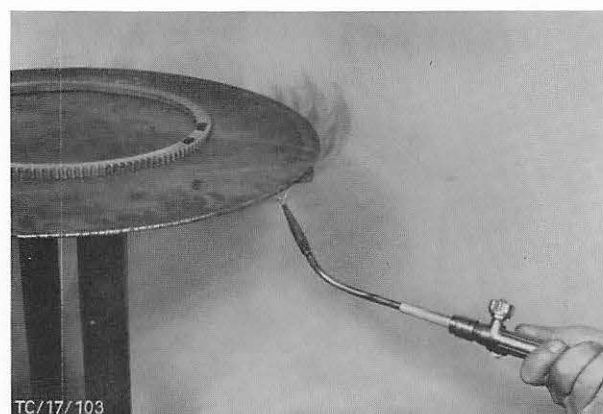

Abb. 329 Zahnkranz erwärmen
3. Neuen Zahnkranz auf eine etwa 2 bis 3 mm dicke Blechplatte legen und im Bereich des Zahnkranzes von unten gleichmäßig mit einem Schweißbrenner auf 260°–280° erwärmen. Abb. 329. Zur Temperaturüberwachung Zahnkranz mit Thermo-chrom-Farbstift (Faber-Castell 2815) vor dem Erwärmungsvorgang bestreichen. Bei Erreichen der auf der Umhüllung angegebenen Temperatur ändert sich der Farbton auf dem Zahnkranz in den Farbton der Stiftumhüllung.